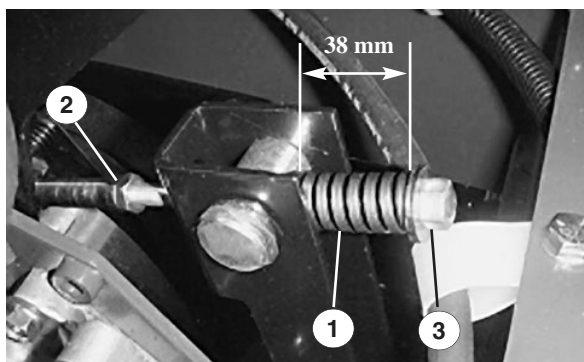

Figure 28
2. Desserrez l'écrou de blocage de la tige de tension (Fig. 28).
3. A l'aide d'une clé de ½", serrez ou desserrez le ressort de tension de la courroie (Fig. 28) pour obtenir une longueur de 38 mm.
3. A l'aide d'une clé de ½", desserrez complètement le ressort de tension de la courroie (Fig. 28).
5. Posez la courroie de rechange et retendez le ressort de poulie à 38 mm (Fig. 28).
6. Serrez l'écrou de blocage (Fig. 28) et fermez le capot.